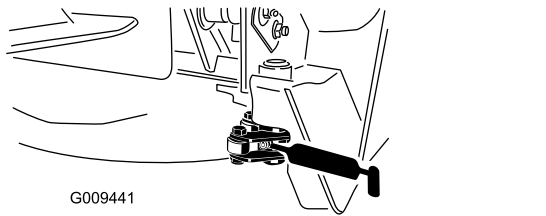

**Bild 67**
**Hinweis:** Sie müssen ggf. die Riegel manuell auslösen, um die Schmiernippel zugänglich zu machen (Bild 67). Verwenden Sie zum Schließen oder Öffnen des Riegels eine Brechstange.